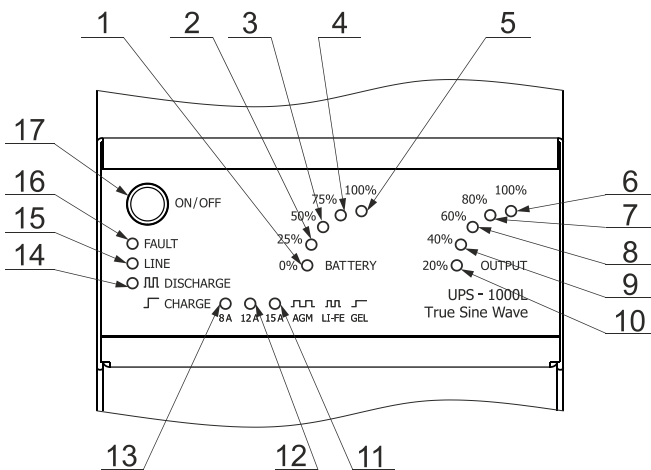

Рисунок 1 – Передня панель ДБЖ
- Для включення ДБЖ натисніть і утримуйте кнопку 17 ON/OFF (див. рис. 1), пролунає звуковий сигнал, який закінчиться через 1 секунду.
- Відпустіть кнопку 17 ON/OFF, в тому випадку, якщо стан одного з індикаторів (світлодіоди 11-13, див. рис. 1) типу АКБ збігається з паспортними даними на підключену АКБ (блимання - AGM, часте блимання - LiFePO4, постійне світіння - GEL).
- ДБЖ повинен бути у включеному стані (для включення ДБЖ натисніть короткочасно на 1 секунду кнопку 17 ON/OFF (див. рис. 1)
- Натисніть і утримуйте кнопку 17 ON/OFF (див. Рис. 1), пролунає звуковий сигнал, який закінчиться через 1 секунду.
- Відпустіть кнопку 17 ON/OFF в тому випадку, якщо позиція будь-якого одного з індикаторів (світлодіоди 11-13, див. рис. 1) значення струму заряду збігається з необхідним значенням струму заряду на підключену АКБ (8 А, 12 А, 15 А).
- Натисніть і утримуйте кнопку 17 ON/OFF (див. рис. 1), пролунає звуковий сигнал, який закінчиться через 1 секунду.
- ДБЖ почне роботу. Індикатор 15 LINE (див. рис. 1) світиться, показуючи, що є мережа живлення.
При перевантаженні 110% включиться звуковий сигнал і буде переривчасто світитися індикатор 6 OUTPUT 100% (див. рис. 1). Через 1 хвилину навантаження ДБЖ відключиться, звуковий сигнал відсутній, включиться індикатор 16 FAULT, індикатор 6 OUTPUT 100% продовжить переривчасто світитися. При перевантаженні більше 120% навантаження ДБЖ відключиться відразу. Для відновлення роботи необхідно усунути перевантаження і короткочасно на 1 секунду натиснути кнопку 17 ON/OFF .
- Необхідно провести заряд АКБ. Для цього залиште ДБЖ включеним до закінчення заряду батареї. Рівень заряду батареї показує п'ятисвітлодіодний індикатор BATTERY (див. рис. 1). Після повного заряду батареї повинен світитися індикатор 5 BATTERY 100%, індикатор 14 CHARGE (див. рис.1) не світиться.
- При зникненні напруги мережі індикатор 15 LINE (див. рис. 1) не світиться.
- При відхиленні напруги мережі нижче 150 В і вище 280 В індикатор 15 LINE (див. рис. 1) переривчасто світитися.